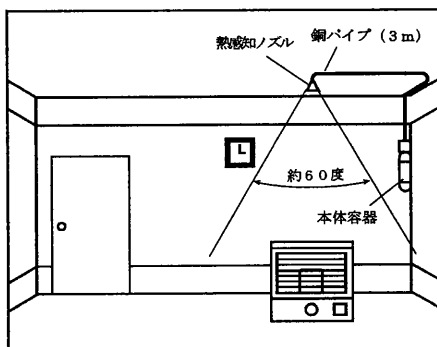

図1
- ◆ 消火薬剤は、ノズルから約60度の円錐状パターンで噴霧状に放射されます。(図1~3参照) 熱感知ノズルは、一般居室に取り付ける場合は、上から火元と予想される場所に向け家庭用厨房に取り付ける場合はレンジ中心に向け、確実に取り付けてください。
- 銅パイプの長さは3mです。熱感知ノズルから3m以内のしっかりした壁または柱に取付位置を決めてください。(図1~3参照)